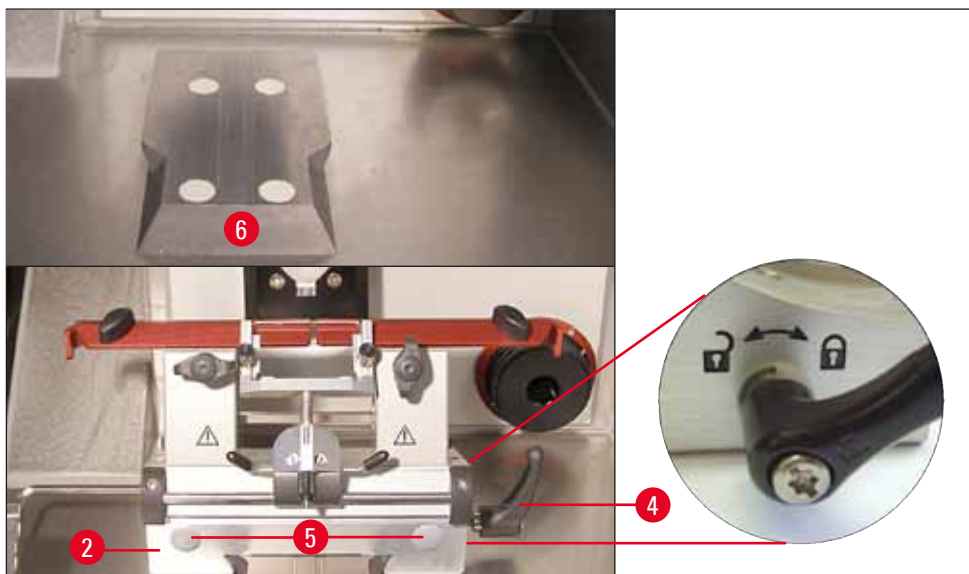

Bild. 25
- Tryck framifrån på kniv-/bladhållarfästet (→ Bild. 25-2) på sinkstyrningen (→ Bild. 25-6) och dra åt det med hjälp av spännsaken (→ Bild. 25-4). Flytta spännsaken medurs (till symbolen med det stängda låset) på blad/knivhållarfästets högra sida (se detalj på (→ Bild. 25)). För att flytta fästet, öppna spännsaken försiktigt så att inte fästet glider mot preparathuvudet av misstag. Flytta spännsaken moturs (till symbolen med det öppna låset) på blad/knivhållarfästets högra sida (se detalj på (→ Bild. 25)).